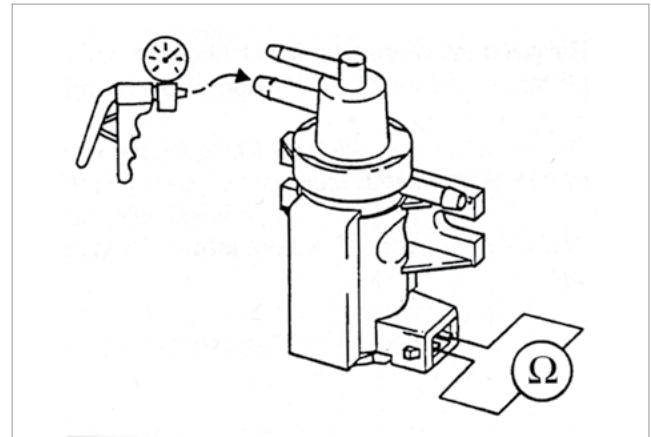

Abb. 6: Elektrischen Widerstand am Druckwandler messen
- Widerstand zwischen den Kontakten des Druckwandlers messen (siehe Abb. 6). Sollwert: 11 - 18 Ω